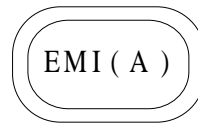

Figure D-3. Insigne de réglementation pour la classe A MOC
gissement du Ministère des communications de Corée du Sud (Ministry of Communications [MOC]), situées sur votre ordinateur (ou d'autres appareils numériques Dell). L'étiquette MOC peut se trouver dans un endroit différent des autres marquages de réglementation concernant votre produit. Le texte anglais, "EMI (A)" pour les produits de classe A ou "EMI (B)" pour les produits de classe B, apparaît au centre de l'étiquette MOC (voir les figures D-3 et D-4).